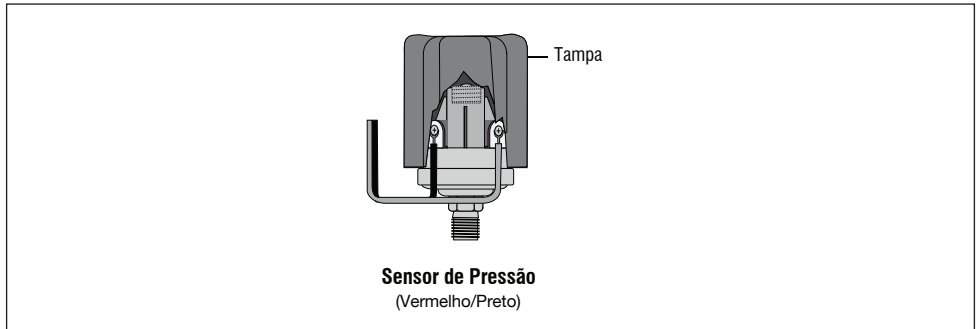

Figura 4: Sensor de Pressão
1. Remova a tampa de borracha do sensor de pressão. Verifique Figura 4;